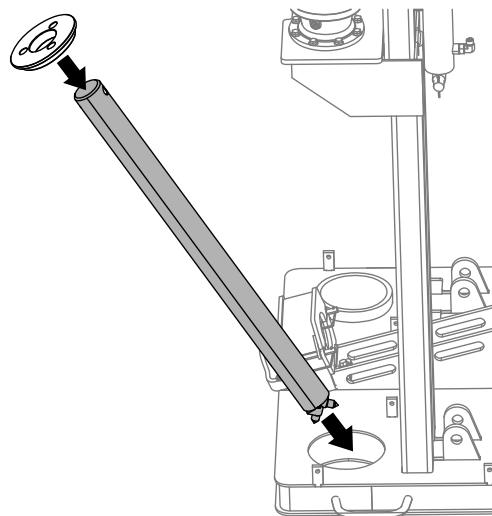

Figure 6
1. Glissez le guide par dessus le haut de la vrille pour roche puis placez la vrille sur la machine, comme montré à la Figure 6.